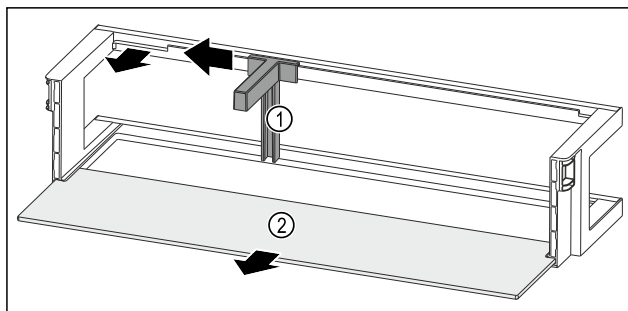

Fig. 91 Deurrek met flessenhouder en draagplateau
- Flessenhouder Fig. 91 (1) tot aan de uitsparing opzij schuiven.
- Flessenhouder Fig. 91 (1) verwijderen.
- Draagplateau Fig. 91 (2) verwijderen.